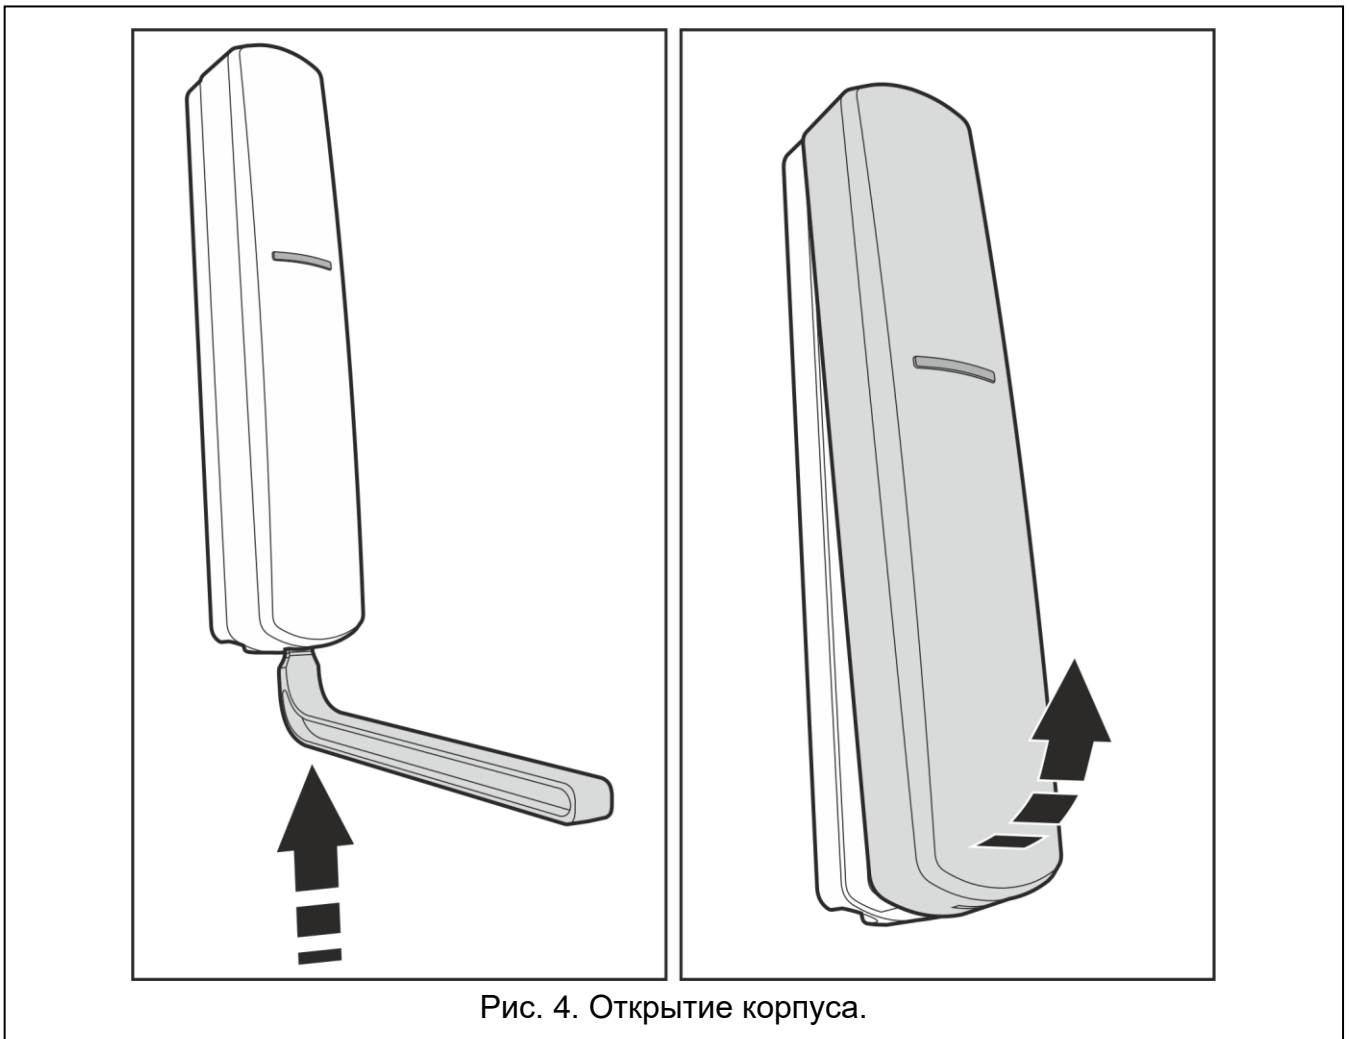

Рис. 4. Открытие корпуса.
1. Откройте корпус контроллера (рис. 4). Представленный на рисунке инструмент для открытия корпуса поставляется с контроллером.